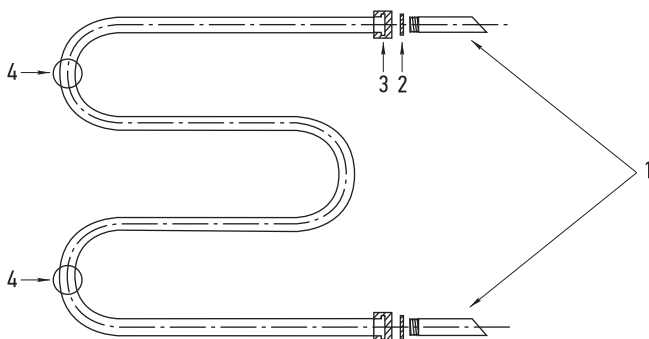

Рис. 8
4.2. Полотенцесушитель «М-образный+», комплектуется согласно схеме подключения (рис. 8):